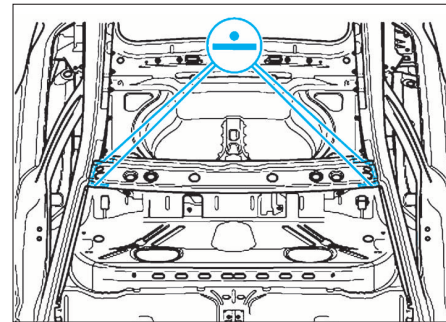

FIG. 49
- Souder la pièce neuve, soudure par points en ligne droite (Fig.49).